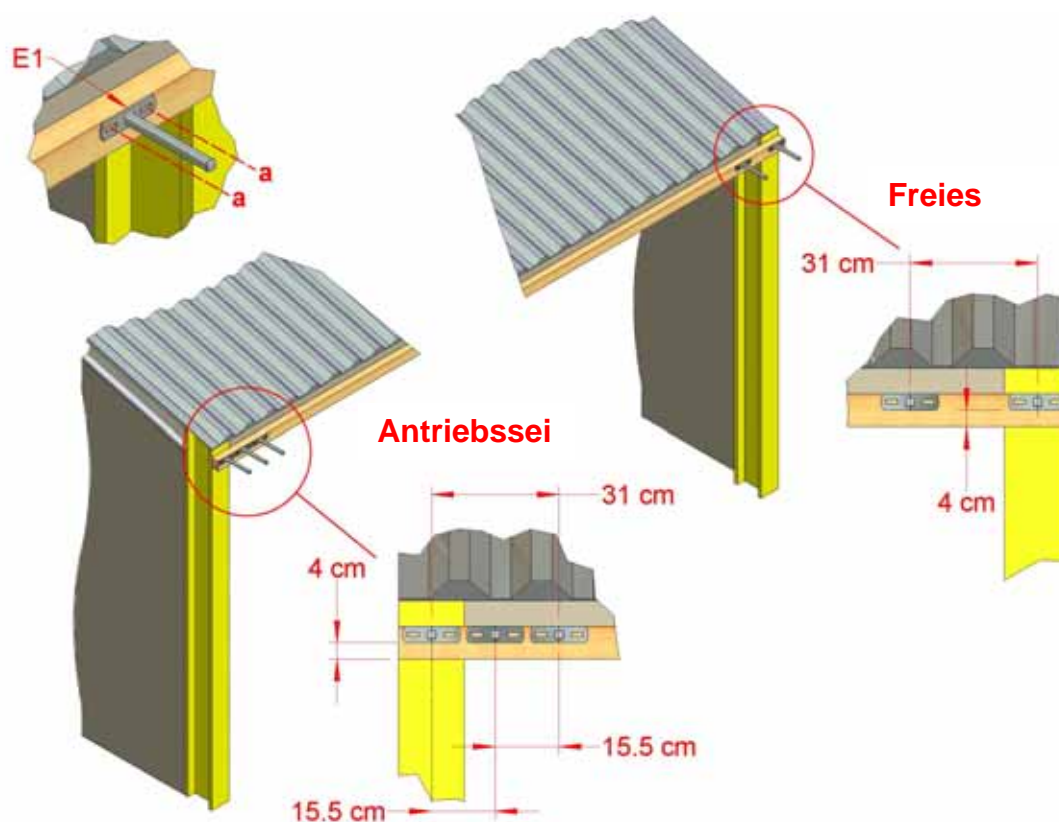

Abbildung 3: Montage der stirnseitigen Halterungen am antriebsseitigen und am freien Ende
2.1 Obere stirnseitige Halterungen (E1) an jedem Ende des Gebäudes mit den entsprechenden Befestigungsmitteln am oberen Träger befestigen, wie in Abbildung 3 gezeigt. Die drei stirnseitigen Halterungen am antriebsseitigen Ende müssen mit einem Mittenabstand von 15,5 cm montiert werden. Die beiden stirnseitigen Halterungen am freien Ende werden mit einem Mittenabstand von 31 cm montiert. Unterhalb der stirnseitigen Halterung muss ein Spalt von 4 cm zur Befestigung des Kador-Profiles des Vorhangs vorgesehen werden, siehe Abschnitt 3.1.